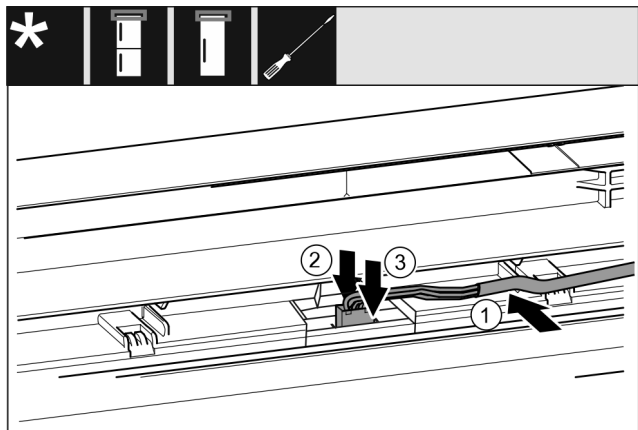

Fig. 44
- ▶ Τοποθετήστε το γκρι καλώδιο στον οδηγό στην επάνω πόρτα. Fig. 44 (1)
- ▶ Πιέστε την προεξοχή ασφάλισης προς τα πίσω. Fig. 44 (2)
- ▶ Κουμπώστε το φις. Fig. 44 (3)